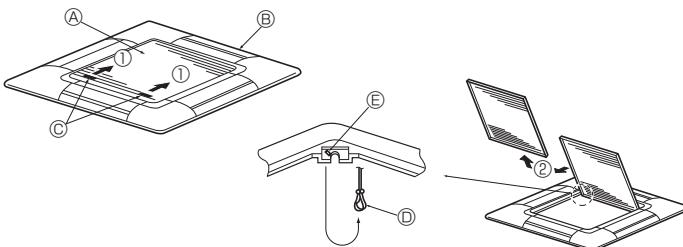

Fig. 8-3
8.2.1. Rimozione della griglia di ingresso (Fig. 8-3)
- Far scorrere le leve nella direzione indicata dalla freccia ① per aprire la griglia di ingresso stessa.
- Con la griglia di ingresso in posizione "aperta", rimuovere la cerniera della griglia stessa, come indicato dalla freccia ②.